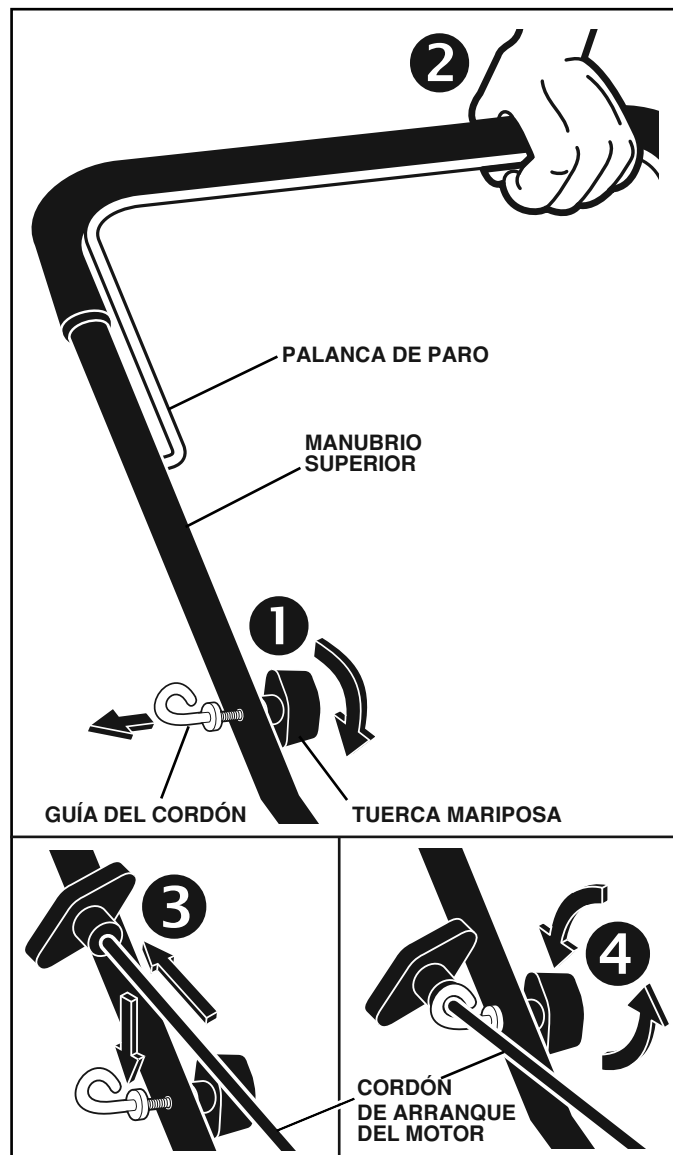

FIG. 4
(Vea Fig. 4)
1. Afloje la tuerca mariposa que se encuentra en la parte superior de la barra superior y que tiene un tornillo con guía. (Guía del cordón como se muestra en la Fig. 4)